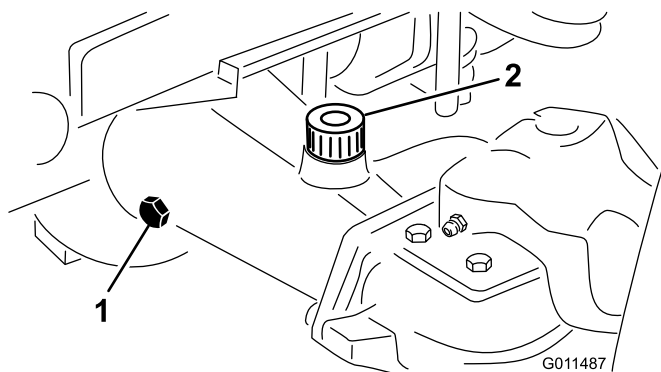

Figure 13
2. Enlevez un bouchon de contrôle à une extrémité du pont arrière (Figure 13) et vérifiez que le lubrifiant atteint la base de l'orifice. Si le niveau est trop bas, enlevez le bouchon de remplissage (Figure 13) et ajoutez suffisamment de lubrifiant pour rectifier le niveau.